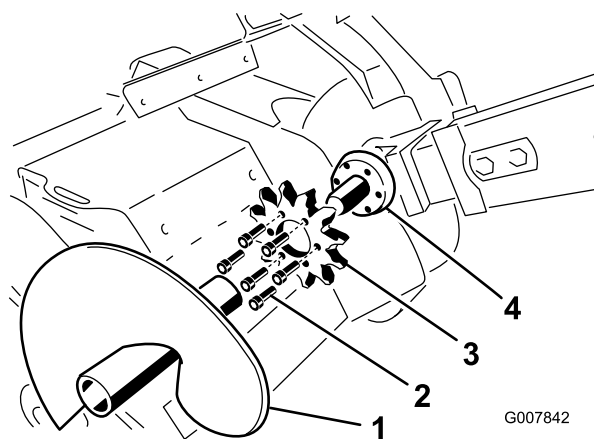

Bild 60
3. Entfernen Sie die Schuttschnecke (Bild 60).
8. Entfernen Sie die 6 Schrauben, mit denen das Antriebsrad befestigt ist (Bild 60).
9. Entfernen und entsorgen Sie das Antriebsrad (Bild 60).
10. Reinigen Sie die Montagefläche des Antriebsrad am Grabenzieher (Bild 60).
11. Schieben Sie das neue Antriebsrad auf die Welle (Bild 60).
12. Drehen Sie die 6 Schrauben handfest in das Antriebsrad (Bild 60).